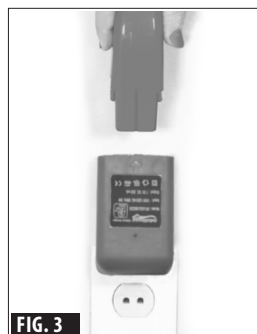

FIG. 3
- Alignez la flèche de la « batterie rechargeable » avec la flèche du « chargeur de batterie ». Ensuite, insérez la « batterie rechargeable » en bas dans le « chargeur de batterie » (voir FIG.3).